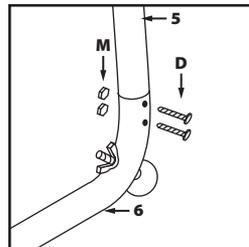

Abb. 9
- Nehmen Sie die Bauteile markiert als **5** und **6**. Befestigen Sie **5** an **6**, benutzen Sie die Befestigungsteile markiert als **D** und **M** (**Abb. 9**).